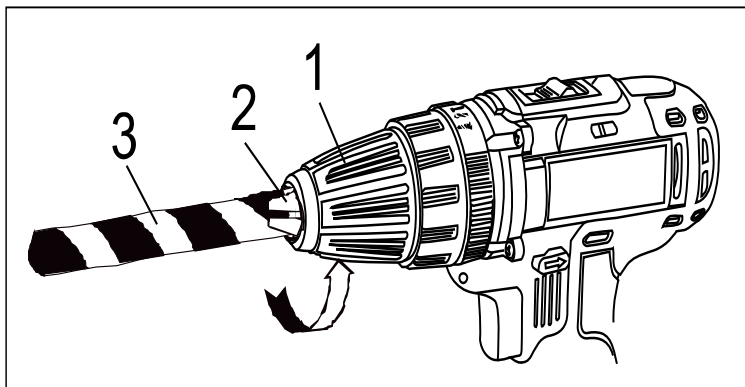

рис.8
Поверните гильзу патрона (1) в направлении против часовой стрелки. Откройте быстрозажимной сверлильный патрон и вставьте в него оснастку. Поверните гильзу патрона (1) в направлении по часовой стрелке, пока губки патрона (2) не сойдутся равномерно, и оснастка не будет надежно зажата (Рис. 8).